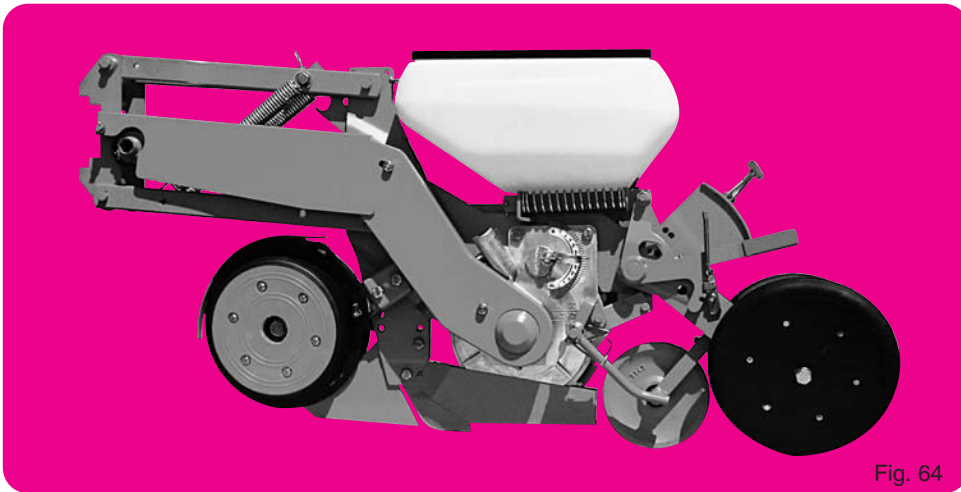

Fig. 64
- Double disques avec roues accolées (fig. 64)
- Double disc openers with side press wheel (fig. 64)
- Scheibenschar mit Andruckrolle (Abb. 64).
- Двойной открывающий диск на колесе (рис. 64)